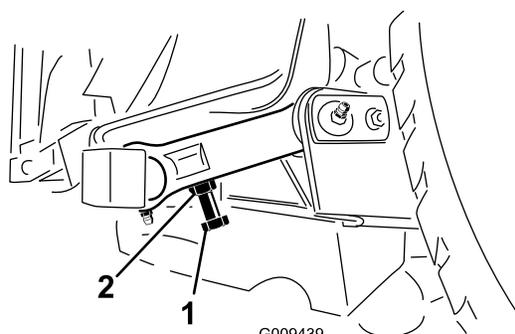

Figura 27
- Per mettere a punto la distanza dovete accedere al bullone di regolazione, sull'attacco orientabile posteriore dell'apparato di taglio (Figura 27). Allentate il controdado del bullone di regolazione. Allentate o serrate i bulloni di regolazione fino ad ottenere una luce di 10–16 mm, quindi serrate il controdado.